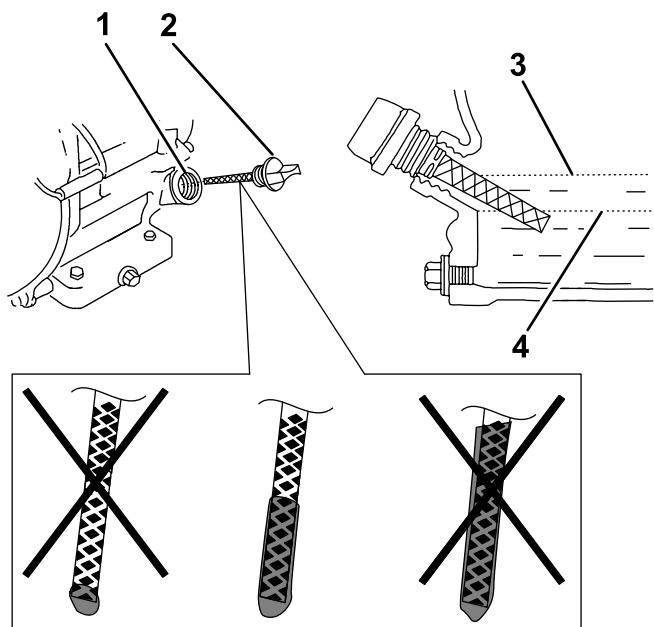

Figure 29
4. Retirez la jauge d'huile et essuyez soigneusement l'extrémité (Figure 29).
5. Insérez complètement la jauge d'huile dans l'orifice de remplissage, mais ne la vissez pas (Figure 29).
6. Ressortez la jauge et examinez l'extrémité. Si le niveau est bas, versez lentement juste assez d'huile dans l'orifice de remplissage pour amener le niveau au repère maximum (Full) sur la jauge (Figure 29).
7. Revissez la jauge en place (Figure 29).